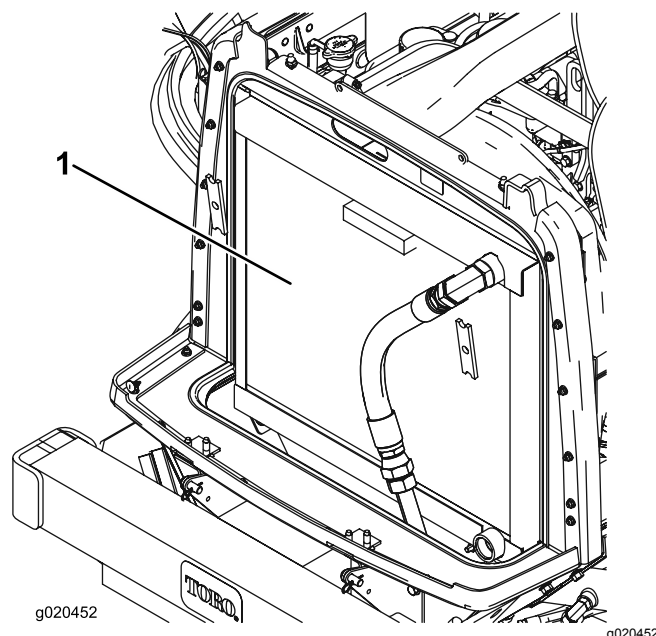

Figura 93
2. Limpe ambos os lados do radiador/refrigerador (Figura 93) com ar comprimido. Comece do lado da ventoinha e sopre os detritos para trás. Depois, limpe a partir da parte posterior e sopre na direção da parte frontal. Repita o procedimento várias vezes até remover toda a sujidade e detritos.